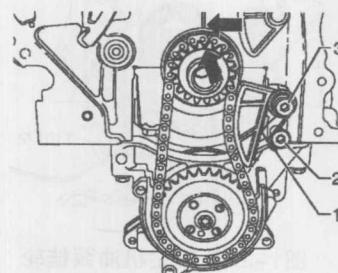

图1-2-11 安装张紧器弹簧
⑤将张紧弹簧1用一把螺钉旋具安装到固定销2上，如图1-2-11所示，用手给链轮3拧上一个新的紧固螺栓。